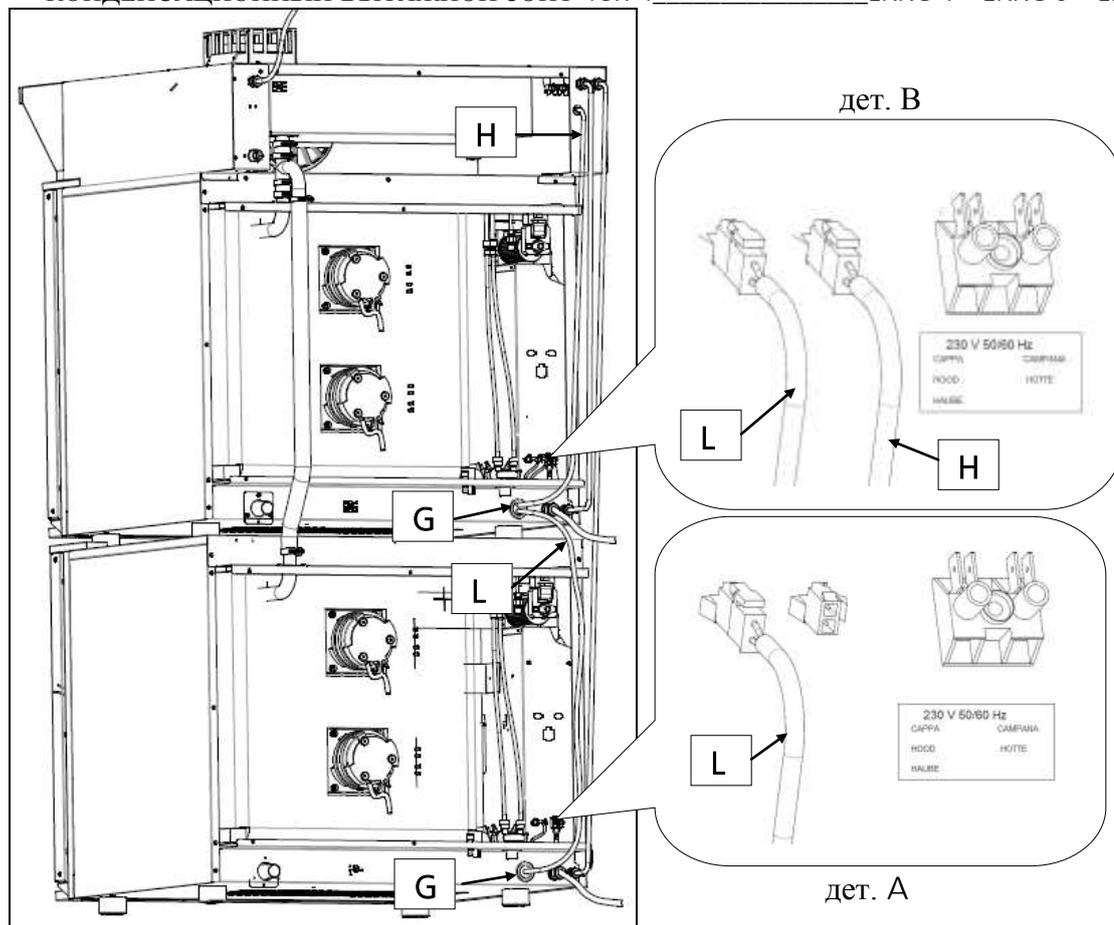

Рис. 13
Канцелярским ножом надрезать резиновые кабельные муфты (G) в основаниях 2 печей (рис.13 и 13а).
Вставить коннектор в любой из 2 соединительных разъемов с задней стороны печи (рис. 13 дет. А).
Вставить коннектор идущего от нижней печи кабеля (L) в оставшийся свободный разъем (рис.13 дет. В).
Рис. 13а
Вставить коннектор в любой из 2 имеющихся разъёмов (рис. 13а).
Рис.13а